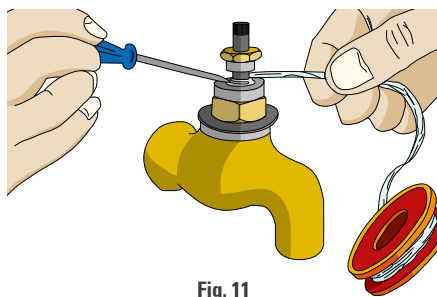

Fig. 11
❷ Empuje la cinta de teflón hacia adentro con un destornillador (Fig. 11).
❸ Luego enrosque la tuerca prensaestopas y compruebe que no quede muy ajustado al abrir y cerrar la canilla. Si cuesta accionar la manija deberá retirar la tuerca prensaestopas y sacar parte de la junta que formó con el teflón o hilo.